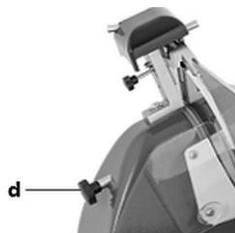

Fig. 12
2. Para retirar la protección de la hoja de corte (3) para su limpieza, se debe aflojar el tornillo (d) de la parte posterior del aparato (fig. 12) y presionarlo en el sentido de la protección de la hoja.
3. Retire la protección de la hoja de corte (3) del aparato.